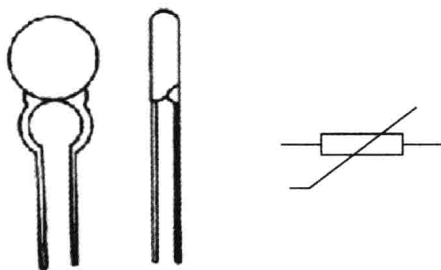

图 1-10 压敏电阻的外形和电路符号
③压敏电阻:是一种对电压敏感的非线性过电压保护半导体元件,简称为 VSR,它在电路用文字符号“RV”或“R”表示,其电路外形和电路符号如图 1-10 所示。